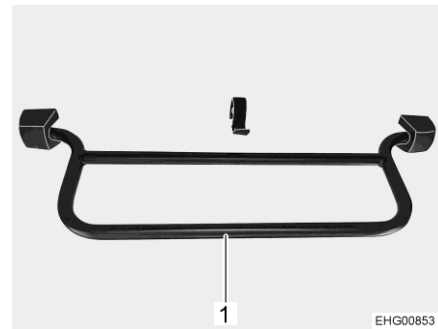

Bild 36 Bügel, Aufstelldach Heck (C 530)
- Aufstelldach am Bügel (Bild 36,1) nach unten ziehen.